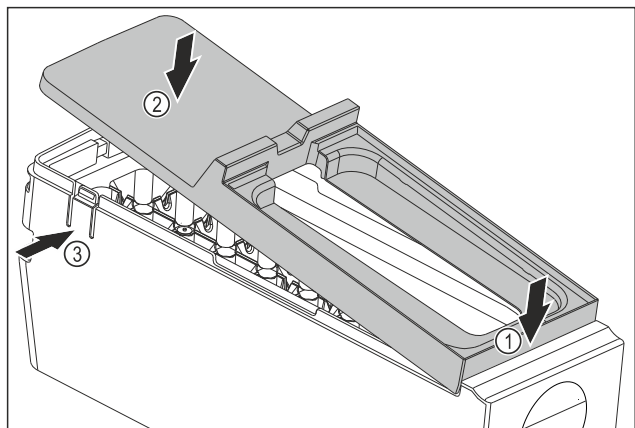

Fig. 133
- ▶ Montirajte pokrov glavnega dela EasyTwist-Ice: Pokrov spredaj namestite. Fig. 133 (1)
- ▶ Pokrov zadaj spustite. Fig. 133 (2)
- ▷ Pokrov se slišno zaskoči v obe sponi Fig. 133 (3).